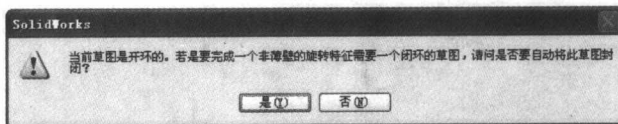

图 1-3 系统提示框
3. 旋转实体。执行“插入”→“凸台/基体”→“旋转”菜单命令, 或者单击“特征”工具栏中的“旋转凸台/基体”图标, 此时系统弹出如图 1-3 所示的系统提示框。因为乒乓球是薄壁实体, 所以选择“否”, 此时系统弹出 1-4 所示的“旋转”对话框。在“旋转轴”一栏中, 用鼠标选择图中通过原点的中心线; 在“厚度”一栏中输入值 1; 在“类型”一栏的下拉菜单中, 选择“单向”选项。按照图 1-4 所示进行设置, 此时图形如图 1-5 所示。确定